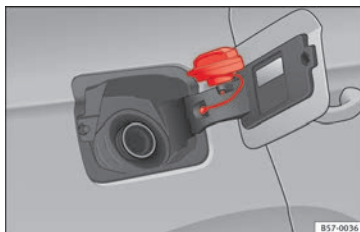

Abb. 58 Tankklappe mit aufgestecktem Tankverschluss.
- Platzieren Sie den Verschluss in der Aussparung, die sich im Scharnier der geöffneten Tankklappe befindet » **Abb. 58**.